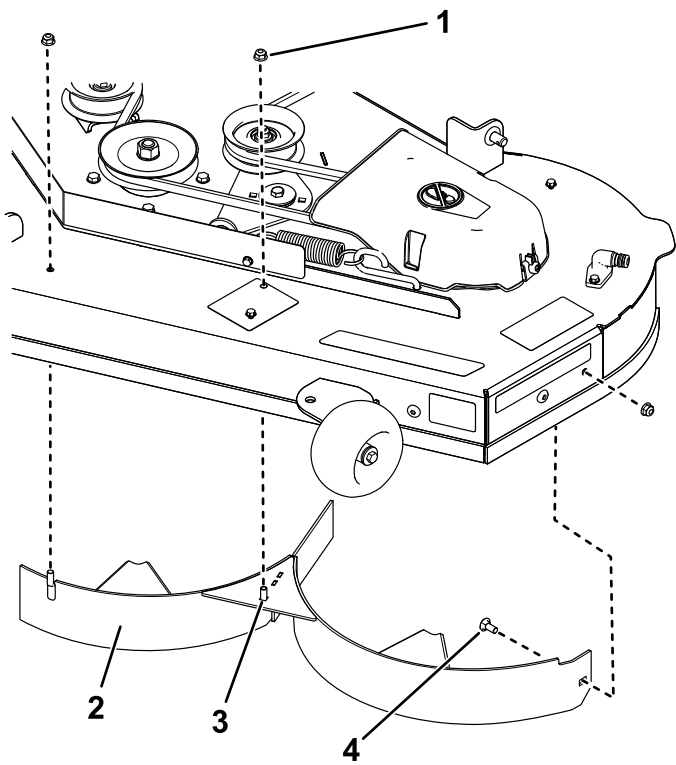

Bild 14
7. Entfernen Sie die beiden Sicherungsmuttern (5/16") von den geschweißten Pfosten des linken Ablenkblechs (Bild 14).
8. Entfernen Sie die Schlossschraube und Sicherungsmutter, die das linke Ablenklech am Mähwerk befestigen, und entfernen Sie das Ablenklech (Bild 14).
9. Suchen Sie die zwei Schrauben in den losen Teilen und setzen Sie diese Befestigungen mit den vorhandenen Sicherungsmuttern in die Löcher im Mähwerk ein, die in Bild 14 abgebildet sind, um das Herausschleudern von Rückständen zu vermeiden.